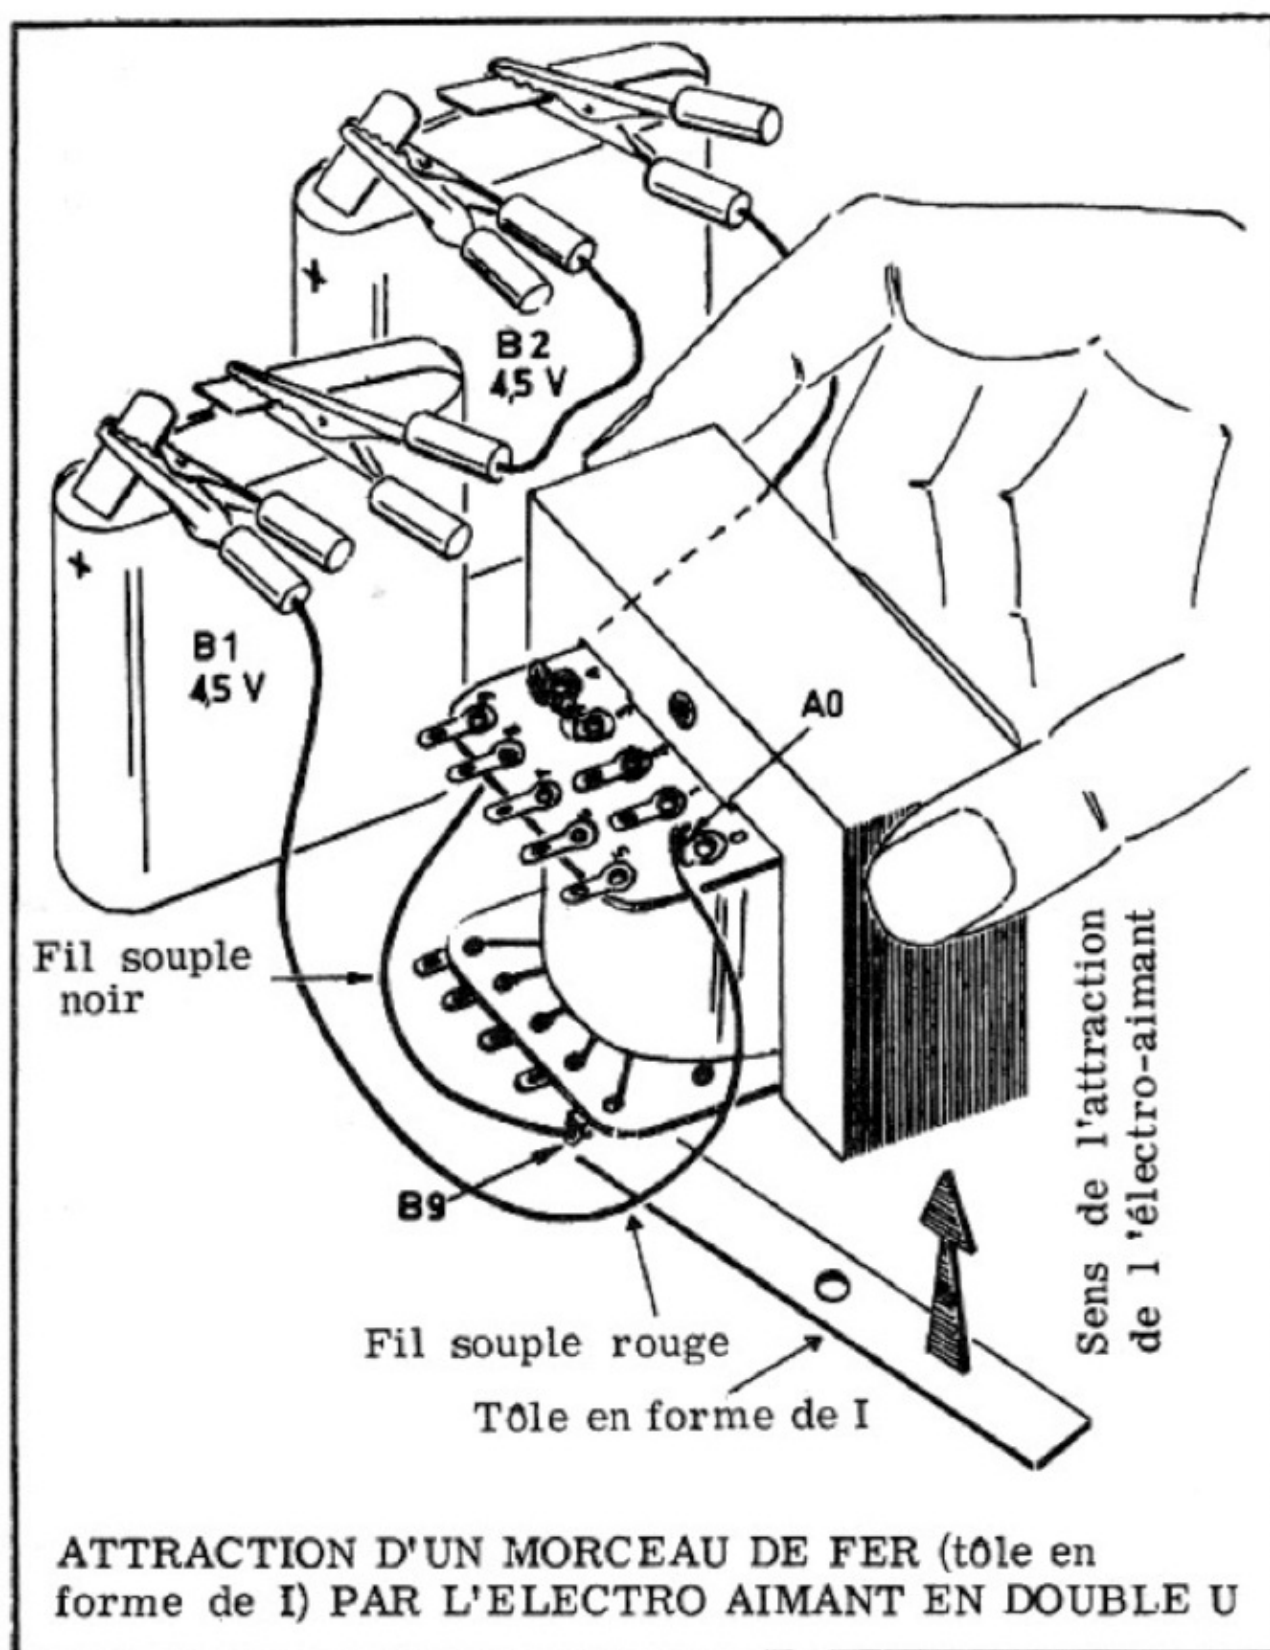

Figure 10
c) Posez sur la table une tôle en forme de I, et approchez le noyau de la bobine de la face B de la carcasse, comme le montre la *figure 10* ; vous constaterez que la tôle est attirée par une force supérieure à celle émise par l'électro-aimant linéaire, réalisé pendant l'expérience précédente.
c) Procédez ensuite comme pour l'expérience précédente, en reliant l'électro-aimant aux deux piles (*figure 10*) ; vous constaterez que les tôles sont nettement attirées par le champ magnétique de l'électro-aimant et qu'on ne peut les en détacher facilement.